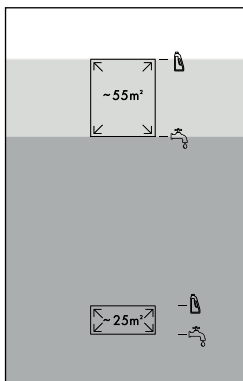

Fig. 9
- ♦ Hæld vand fra hanen eller destilleret vand i brugsvandsbeholderen **11** op til den tredje niveau-markering  til store arealer  (op til 55 m²) (se fig. 9).
- ♦ Hæld rengøringsmiddel i brugsvandsbeholderen **11** op til den fjerde niveau-markering  til store arealer  (op til 55 m²) (se fig. 9).